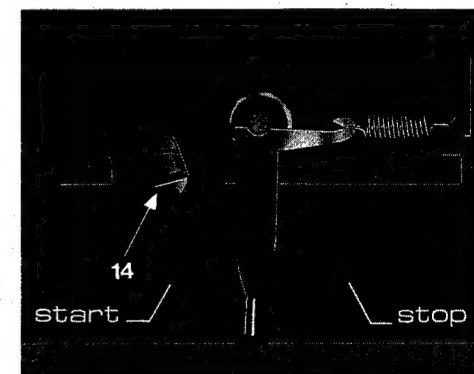

Fig. 26
Beim Betätigen der Steuertaste senkt sich die Abtastnadel selbsttätig in die Einlaufrille der Schallplatte. Setzt z.B. bei einem nachträglich montierten Tonabnehmersystem der Abtaststift zu weit innen oder außerhalb der Schallplatte auf, stellen Sie die Drehtaste für die Plattenteller-Drehzahl-Einstellung auf "33". Durch Abnehmen der Zierleiste (nach vorne drücken und am hinteren Rand zuerst hochklappen) wird die Regulierschraube (14) sichtbar, mit der der Tonarmaufsetzpunkt justiert werden kann (Fig. 26). Legen Sie bitte eine 30 cm-Schallplatte auf und starten Sie das Gerät. Wenn der Abtaststift zu weit innen oder außen auf der Schallplatte aufsetzt, drehen Sie die Justierschraube entsprechend nach rechts oder nach links.
Lorsqu'on actionne la touche de commande, la pointe de lecture descend automatiquement dans le sillon d'entrée du disque. Si après un changement de cellule, la pointe descend trop loin à l'intérieur ou à l'extérieur du disque, amenez le bouton de réglage de la vitesse du plateau sur "33". Lorsqu'on retire la réglette décorative (en la soulevant préalablement sur le bord arrière) la vis de réglage (14) du bras devient visible (Fig. 26). Posez un disque de 30 cm sur le plateau et mettez l'appareil en route. Si la pointe descend trop vers l'intérieur ou l'extérieur du disque, tournez la vis vers la gauche ou resp. la droite.
Move the speed selector to "3". Removing the decorating strip (first lift it on the rear edge) will expose the control (14) for tonearm indexing (Fig. 26).
Wanneer de afstelling niet juist is, geval de naald ofwel naast of te ver op de plaat komt, dan kan de afstelling gecorrigeerd worden. Daartoe wordt de toerental omschakelaar op "33" gezet. Door het verwijderen van de sierlijst (eerst aan de achterkant omhoogklappen) wordt de instelschroef zichtbaar. Met deze schroef wordt het juiste opzetpunt ingesteld (Fig. 26).
Al elevar la moldura (comenzar la elevación por el canto posterior) aparecerá el tornillo de ajuste (14) con el que se puede ajustar el punto de entrada de la aguja (Fig. 26). Coloque a tal fin un disco de 30 cm. y ponga en marcha el aparato. Si la aguja entra demasiado o se posa fuera del disco, gire el tornillo hacia la izquierda o hacia la derecha respectivamente.
Skulle detta inträffa, ställ varvtalsomkopplaren på läge "33". Genom att ta bort prydnadslisten (skjuts mot framkanten och lyftes i den bakre kanten) blir justeringskraven (14) för nedläggningspunkten synlig (Fig. 26).
Togliendo ora la piastrina sovrastante (premendola verso l'avanti e sollevandone il bordo posteriore) si mette in evidenza la vite (14) con la quale è possibile regolare il punto di discesa del braccio (Fig. 26).